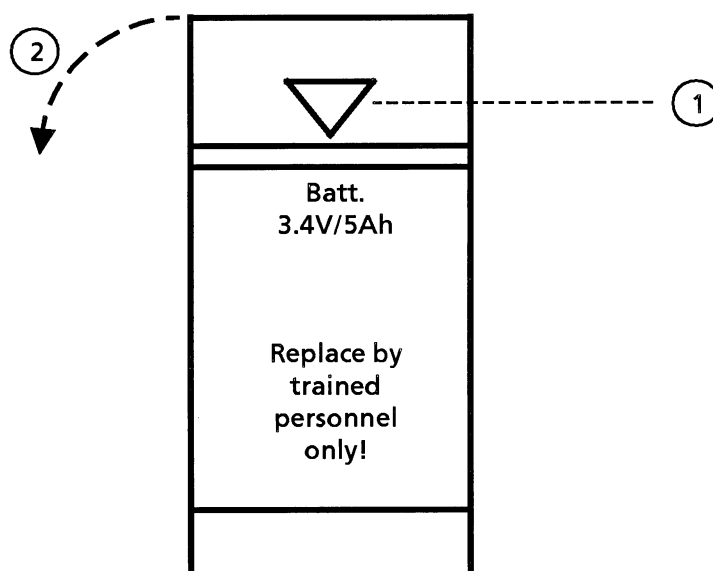

Bild B.1 Öffnen des Batteriefaches
1. Tür zum Batteriefach öffnen (→ Bild B.1)
- ① Drücken Sie den Schieber nach unten und
- ② klappen Sie die Türe des Batteriefaches nach vorne.
1. Tür öffnen (→ Bild B.1)